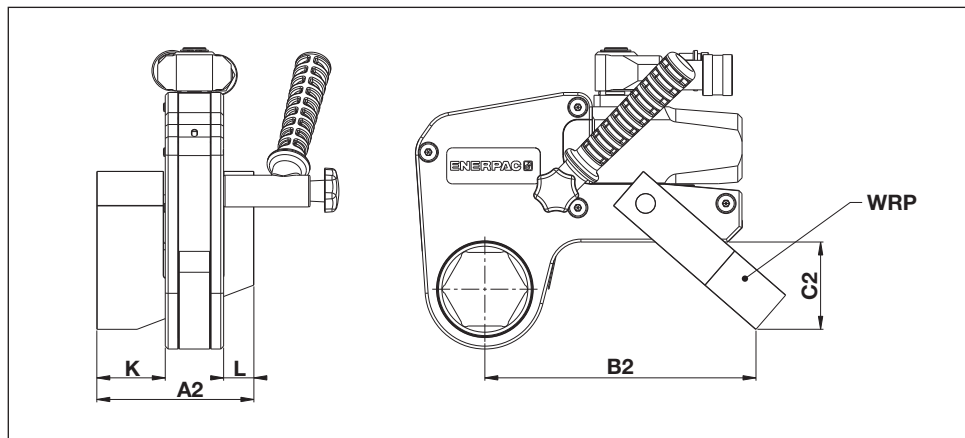

Fig. 24
6.1.2 Mål, WRP-serien reaksjonsplate (Fig. 24)